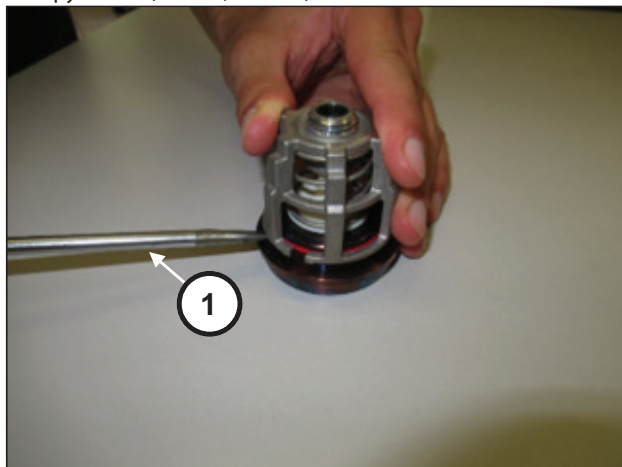

Рис. 97
Демонтируйте узлы всасывающих и нагнетательных клапанов, используя в качестве рычага простые инструменты (поз. ①, Рис. 97).